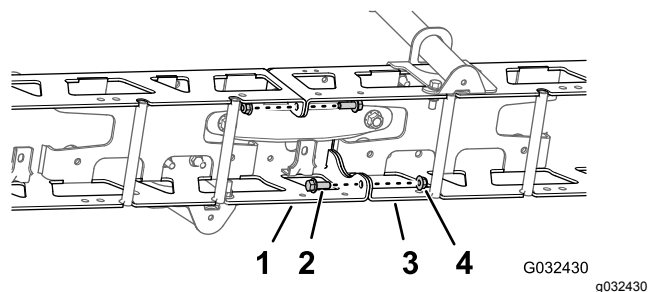

Figura 74
1. Rimuovete i 2 bulloni a testa flangiata (3/8" x 1") e i 2 dadi di bloccaggio (3/8") che fissano le flange verticali dei telai delle travi di sinistra e di destra (Figura 74).